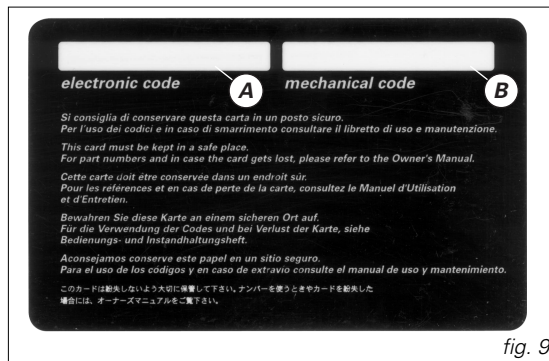

fig. 9
A) (fig. 9) el código electrónico, que debe utilizarse en caso de bloqueo del motor con consiguiente ausencia del encendido después del **key-on**.
B) (fig. 9) el código mecánico de las llaves, debe comunicarse a la red de asistencia DUCATI en caso de pedido de duplicados de las llaves.